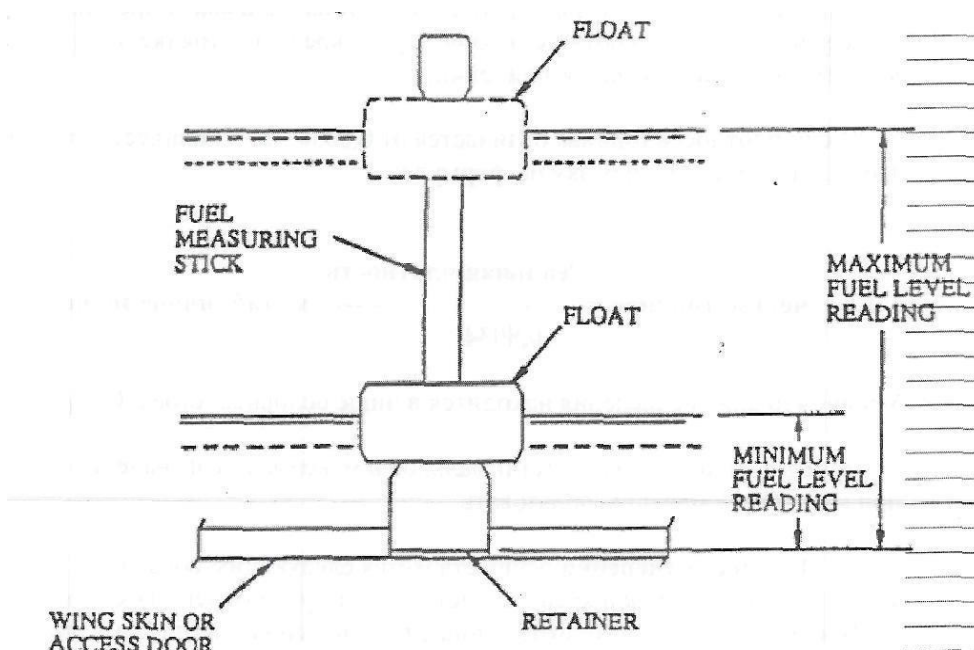

Рисунок 40. Мерная линейка.
- установите кулачок CAM на топливных разъемах в положение DEFUEL. (См. рис. 40, вид В);